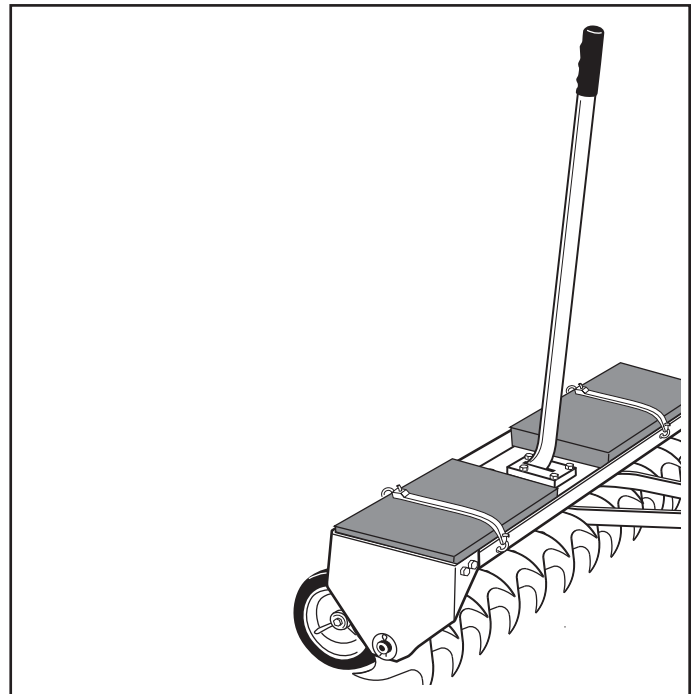

FIGURA 17
11. Para aumentar la profundidad de penetración de las puntas de las espigas, añada peso a la bandeja como sea necesario. La bandeja puede soportar bloques de concreto o de patio con un peso aproximado de 35 libras cada uno. Asegure los pesos con cintas o alambres usando los agujeros en la brida de la bandeja. Vea la figura 17.